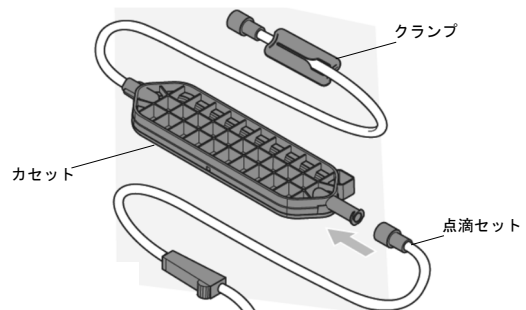

図1. 加温セットと点滴セット
- 加温セットの保護キャップを外し、カセットに点滴セットを接続する(図1)。